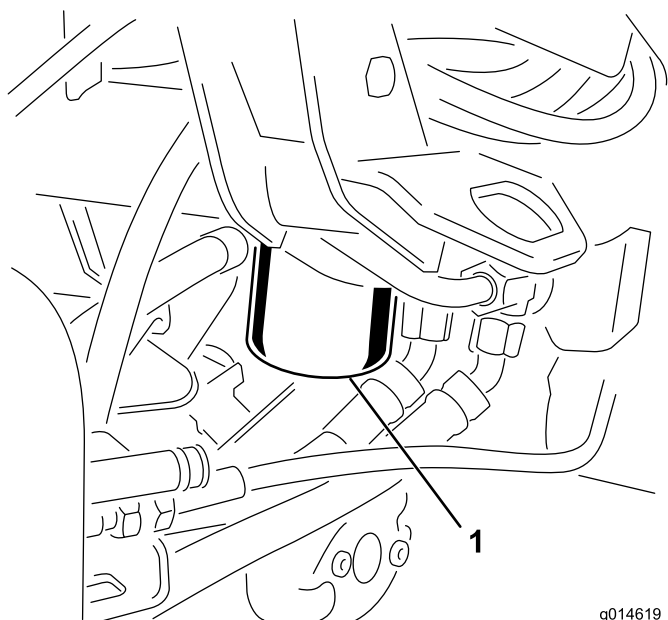

Figure 43
1. Nettoyez la zone autour de la surface de montage du filtre (Figure 43). Placez un bac de vidange sous le filtre et enlevez le filtre.